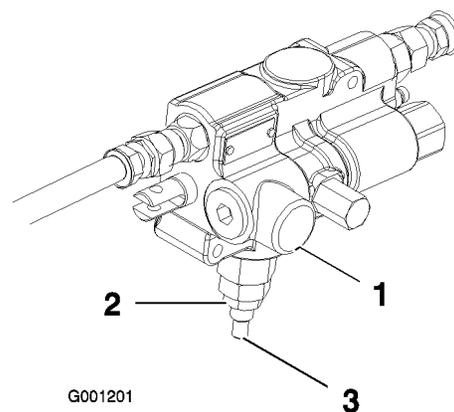

図 13
4. 昇降バルブの根元にあるジャム・ナットをゆるめる (図 13)。昇降バルブは機体の右側についている。